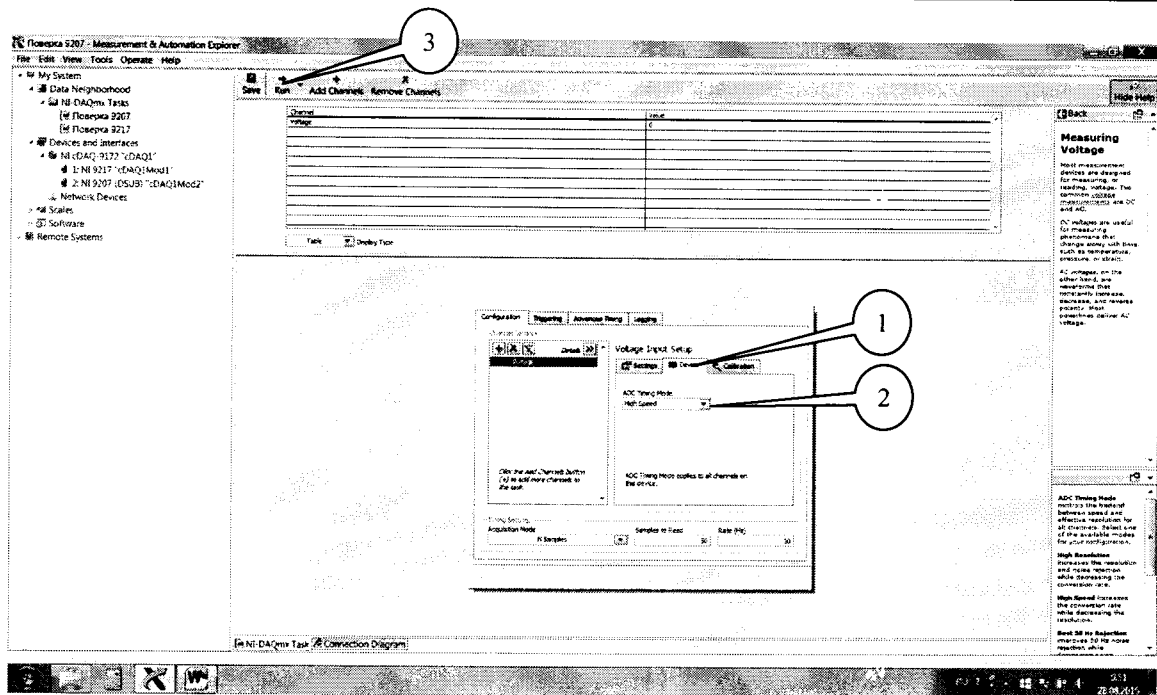

Рисунок 6.
7.3.5 Перейти обратно на вкладку «NI-DAQmx Task» (рисунок 6), в окне настроек канала выбрать вкладку «Device» (1) и в выпадающем меню выбрать высокоскоростной режим измерений «High Speed» (2).
7.3.6 Последовательно подавать с выхода калибратора на вход канала «ai0» напряжение постоянного тока в соответствии с таблицей 3. Зафиксировать измеренные модулем значения напряжения постоянного тока для каждого установленного на калибраторе значения напряжения и внести их в таблицу. Режим измерений запускать нажатием кнопки «Run» (3) на верхней панели вкладки (рисунок 6). Рассчитать для каждого установленного на калибраторе значения напряжения значение абсолютной погрешности измерений напряжения постоянного тока  $\Delta U$  по формуле (1):